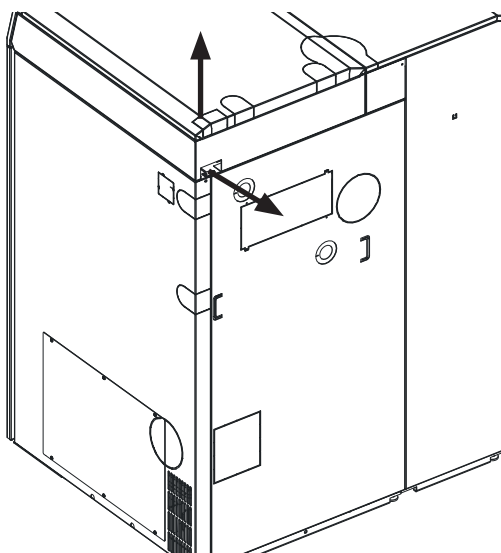

Fig. 141 Passaggi cavo nel rivestimento di BioWIN2 Touch – vista dal retro
- ▶ Il collegamento alle morsettiere (morsetti senza viti con molla a gabbia) deve avvenire per mezzo di cavi flessibili in PVC a fili sottili. I cavi possono essere posati dall'alto e da dietro attraverso i passaggi cavo prepunzonati (Fig. 141).